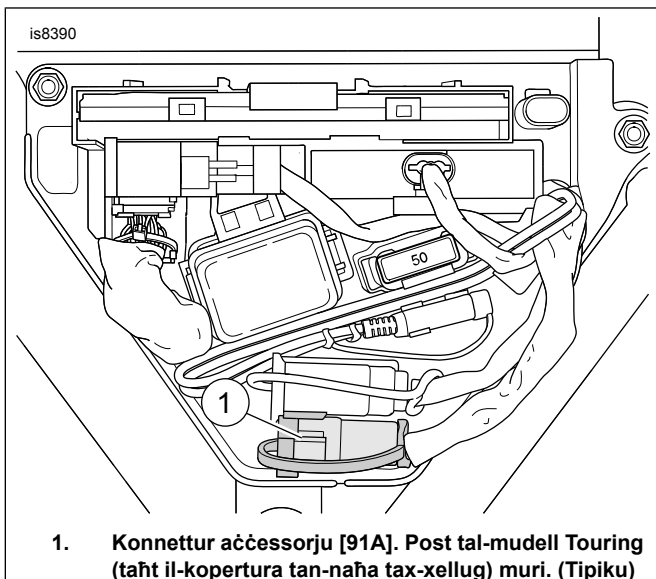

Figura 2. Konnettur tal-Aċċessorju
9. Ara Tabella 1 u Figura 2. Illoka l-konnettur aċċessorju/data link [91A].